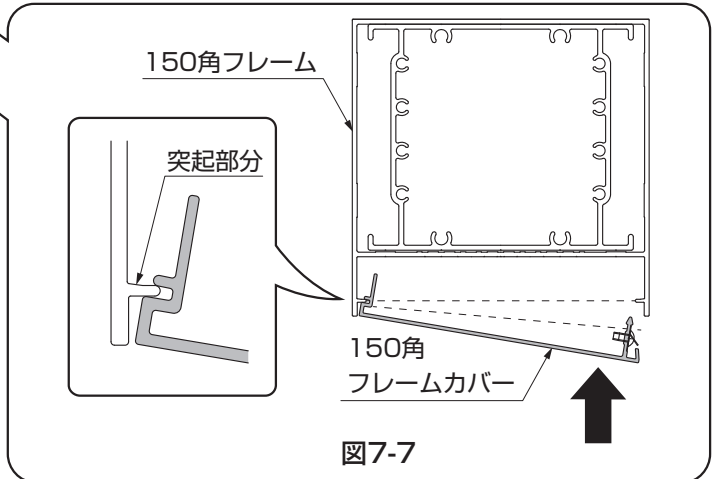

図7-7
- ②フレーム150角にフレームカバー150角の取付金具が取付いていない側を、フレーム150角のカバー受け（突起部分）に斜めに差し込みます。（図7-7参照）
- ③フレームカバー150角をフレーム150角に片側を差し込んだら、取付金具を取付けた側をフレーム150角に押し上げてはめ込みます。